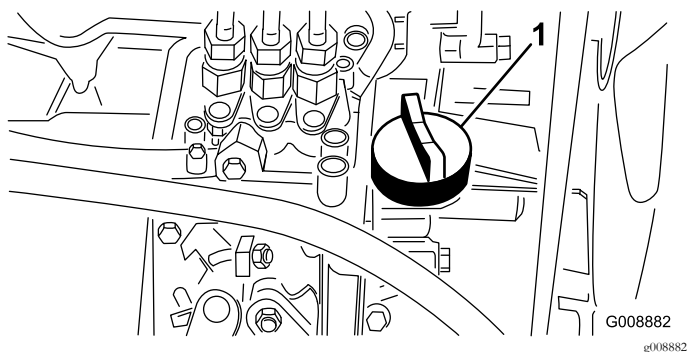

Figura 38
4. Se o nível do óleo for baixo, retire a tampa de enchimento (Figura 38) e adicione gradualmente pequenas quantidades de óleo, verificando constantemente o nível, até que este alcance a marca FULL na vareta.